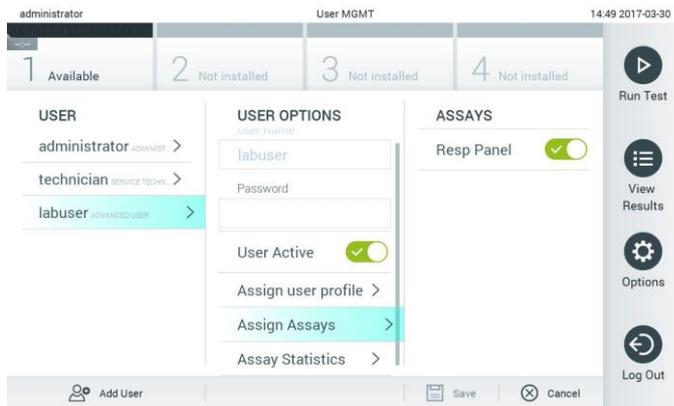

Abbildung 50: Zuweisung von Assays zu Benutzern
- Assign Assays (Assays zuweisen): Auswählen der Assays aus der Assay-Datenbank, die dieser Benutzer ausführen darf. Wählen Sie die Assays aus der Liste rechts im Inhaltsbereich aus (Abbildung 50, nächste Seite).